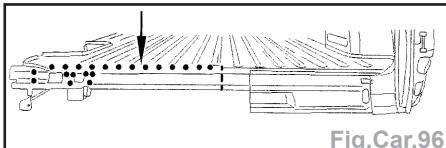

Fig.Car.96
- Poser l'élément du renfort (Fig.Car.96).